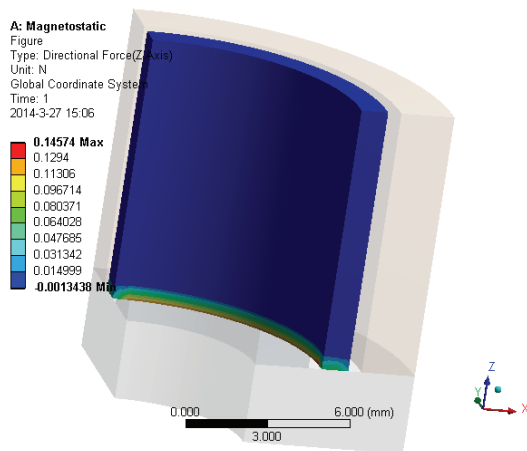

图 23-18 磁场力
- 8) 在 Outline 树结构图中的 Direction Force 上单击右键，在弹出的快捷菜单中选择 Evaluate All Results，此时进行求解，求解后得到的图形如图 23-18 所示。